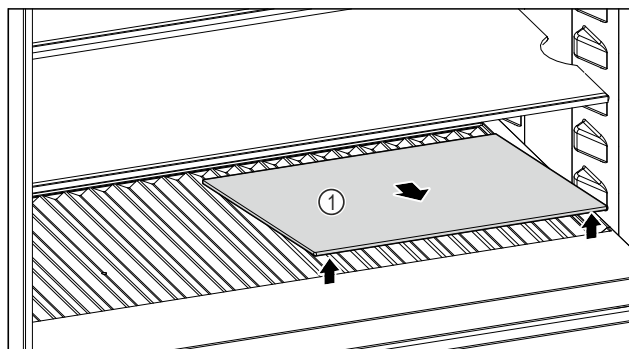

Fig. 142
- Skleněnou desku Fig. 142 (1) zvedněte za vybrání vpředu a vyjměte ji.
- Skleněnou desku Fig. 142 (1) uložte bezpečně mimo spotřebič.